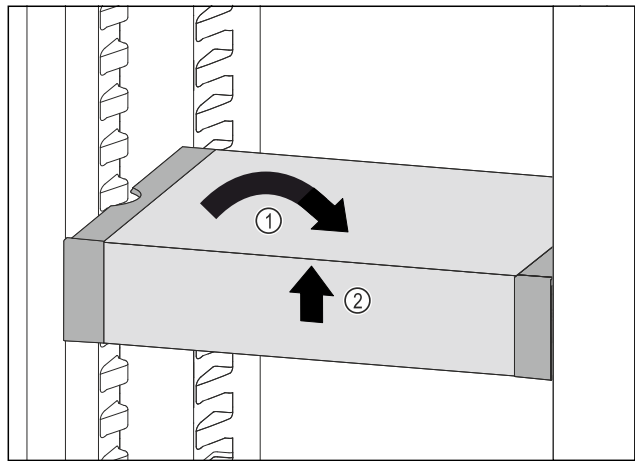

Fig. 83
- ▶ Вирівняти VarioSafe. Fig. 83 (1)
- ▶ Підняти VarioSafe спереду. Fig. 83 (2)